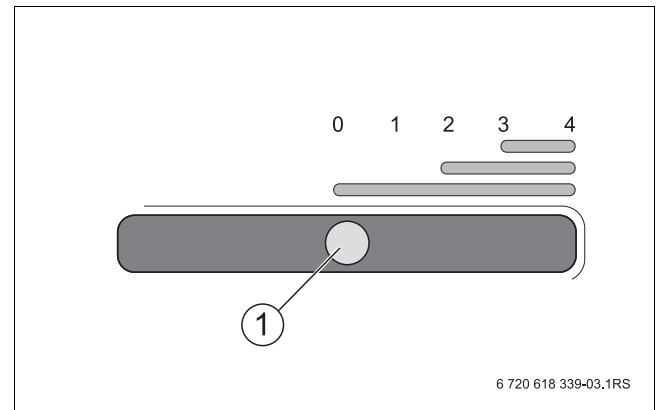

Bild 6 Scheibenspülluftschieber an der Fülltür
- Scheibenspülluftschieber [1] nach rechts schieben, um dem oberen Feuerraum weitere Sekundärluft und Scheibenspülluft zuzuführen (→ Bild 6).